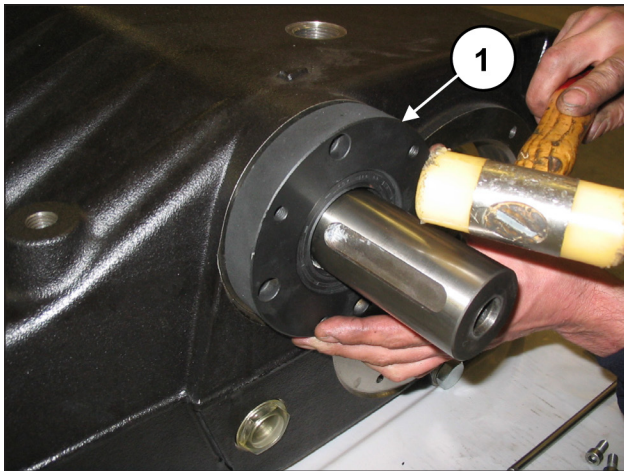
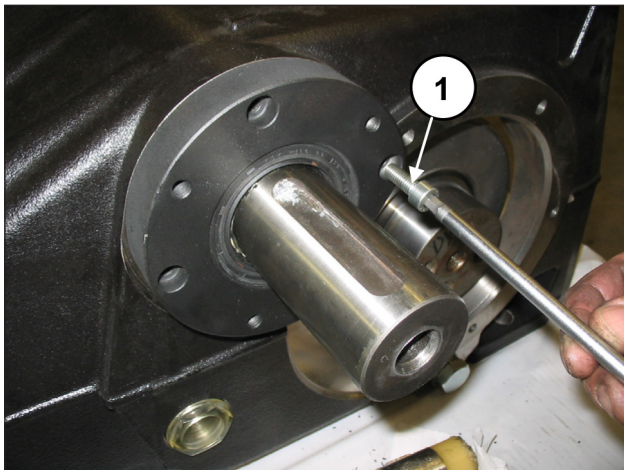

Fig. 67
Fig. 68
Monte uma primeira cobertura do rolamento PTO (direito ou esquerdo) no carter da bomba (pos. ①, Fig. 67), e fixe-a mediante quatro parafusos M8x30 (pos. ①, Fig. 68).
Monte a cobertura do rolamento PTO que falta no carter da bomba (pos. ①, Fig. 67), e fixe-a mediante quatro parafusos M8x30 (pos. ①, Fig. 68).